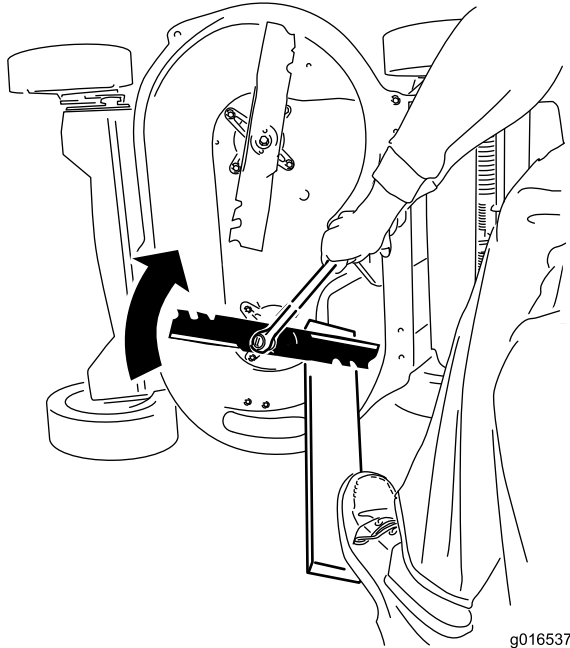

Figura 45
2. Segure cada lâmina com uma tábua e rode o parafuso da lâmina no sentido dos ponteiros do relógio com uma chave como se mostra na Figura 45; aperte o parafuso da lâmina com 82 N m.